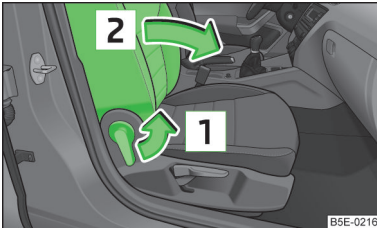

Abb. 54
- Den Hebel in Pfeilrichtung **1** » Abb. 54 ziehen.